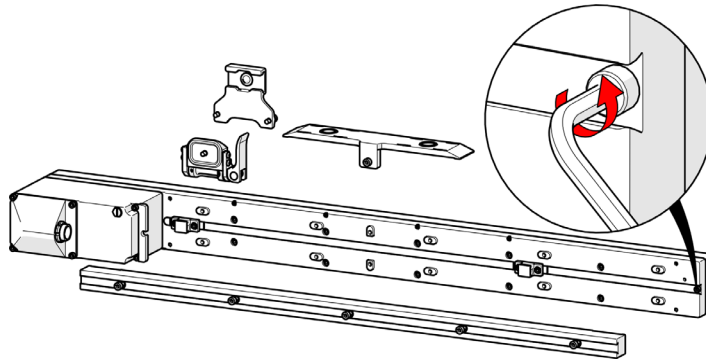

Abbildung 2-48 Entfernen der Schraube
6. Entfernen Sie mit einem 2,5-mm-Sechskantschlüssel die Zylinderschraube, die sich am Ende des Rasterarms in der Nut der Kabelklemme befindet (siehe Abbildung 2-48 auf Seite 81).